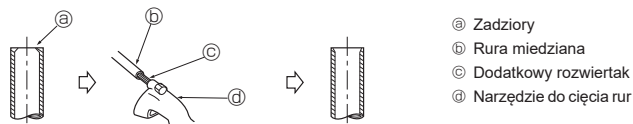

Fig. 5-3
5.3.2. Usuwanie zadziorów (Fig. 5-3)